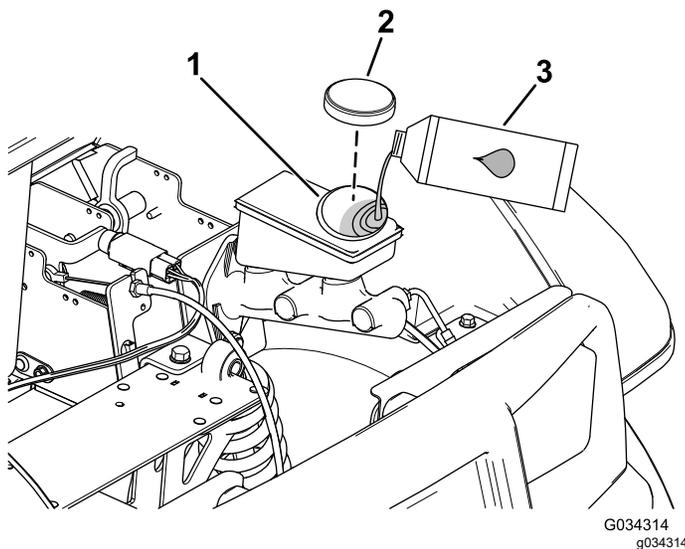

図 53
2. フードを持ち上げてブレーキのマスターシリンダとブレーキ液タンクにアクセスできるようにする 図53。
A. ウェスでタンクのキャップの周囲をきれいに拭いてキャップ外す 図53。
- C. タンクにキャップを取り付ける 図 53。